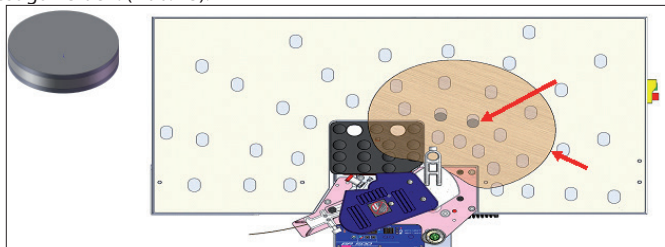

**Abb. 11**
- Befestigen Sie die Schutzabdeckung auf den Kantenleimer (Abb.11) und beginnen Sie zu kleben (Abb. 12)